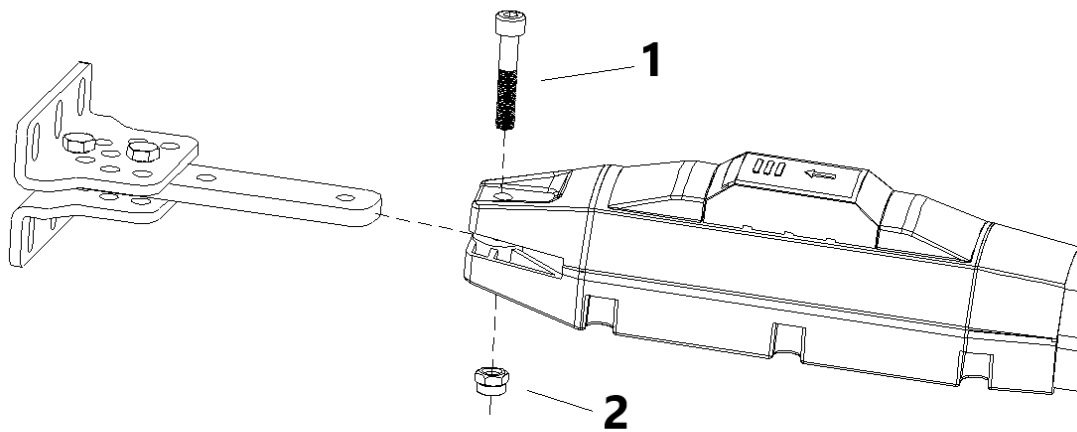

Figura 8
D) Conecte la máquina principal con los soportes de conexión con tornillo y tuerca como se muestra en la figura 8.